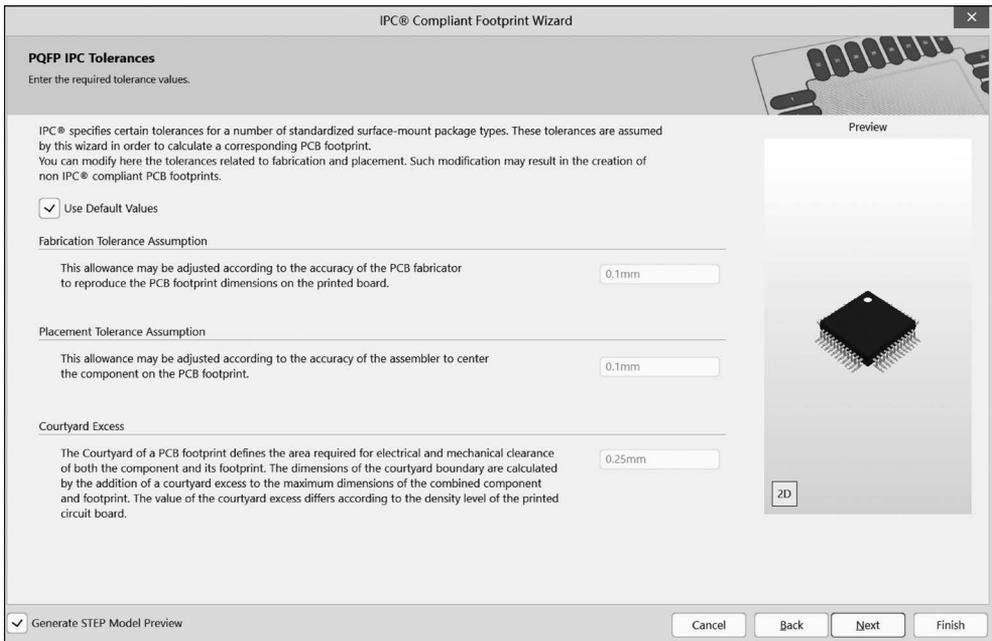

图 3-62 封装 IPC 公差参数设置
(9) 单击 Next 按钮进入 IPC Tolerances(IPC 公差)设置界面,同样选择 Use Default Values(使用系统默认值)计算,如图 3-62 所示。